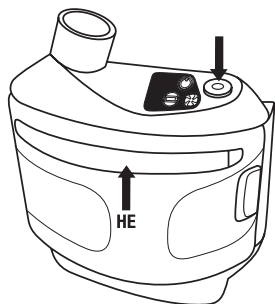

Fig. 11
- La etiqueta del Filtro HE debe quedar visible a través de la ventana de la cubierta del filtro (Fig. 11).
Para encender el motor/ventilador TR-300 presione el botón de corriente (Fig. 11) en la parte superior del equipo. La unidad realizará un auto-diagnóstico. Los LEDs verde de energía encendida (Fig. 12-1), ámbar de batería baja (Fig. 12-2) y rojo de flujo bajo (Fig. 12-3) centellarán 2 a 3 veces y las alarmas sonarán durante este tiempo. Para apagar el motor/ventilador presione y mantenga oprimido por 2 segundos el botón de energía.
- Asegúrese que el Filtro HE esté bien instalado en la unidad PAPR y que el sujetador de la cubierta esté fijo según las *Instrucciones*. La etiqueta del Filtro HE debe quedar visible a través de la ventana de la cubierta (Fig. 11). Puede almacenar el Filtro HE en su lugar en el ventilador de motor.